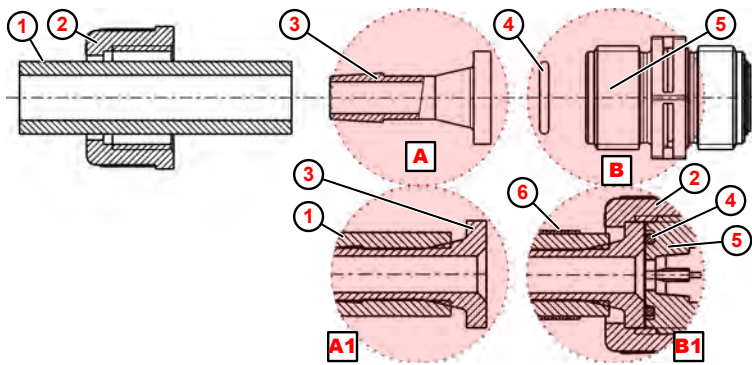

Abb. 6: Rohr- und Schlauchanschluss mit Aufstecknippel und Schlauchschelle
1. ➤ Schlauch ( Abb. 6 , ① ) gerade abschneiden.
2. ➤ Schlauchschelle ⑥ über Schlauch ① schieben
3. ➤ Überwurfmutter ② über Schlauch ① schieben.
4. ➤ Schlauch ① bis zum Anschlagbund auf Aufstecknippel ③ schieben (Detail A).
5. ➤ O-Ring ④ in Nut von Saug- bzw. Druckventil ⑤ legen.
6. ➤ Überwurfmutter ② festziehen.
7. ➤ Schlauchschelle ⑥ nach unten schieben und festziehen (Detail B1).